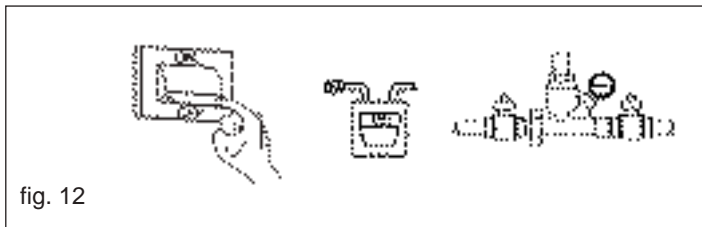

fig. 12
- posicionar o interruptor geral da instalação em "desligado" (fig. 12),
- realizar a análise dos produtos da combustão para verificar o estado de funcionamento da caldeira, então retirar a alimentação elétrica, colocando o interruptor geral da instalação em "desligado" (fig. 12)